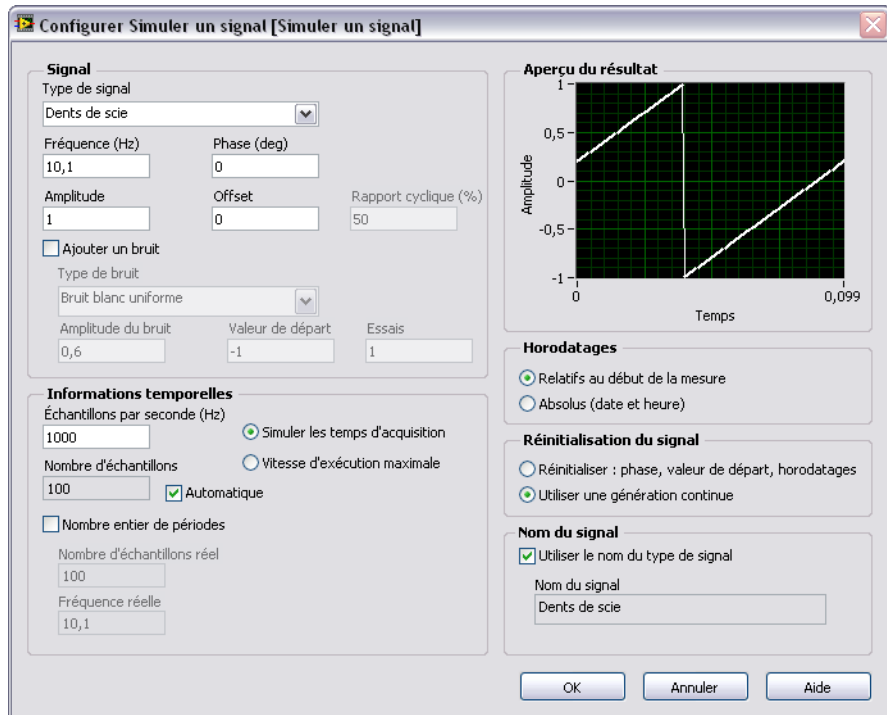

Figure 1-5. Boîte de dialogue Configurer Simuler un signal
3. Sélectionnez **Dents de scie** dans le menu déroulant de **Type de signal**. Le signal du graphe de la section **Aperçu du résultat** devient un signal en dents de scie. La boîte de dialogue **Configurer Simuler un signal** doit ressembler à la figure 1-5.
Dans la figure 1-5, notez que **Amplitude** est une option de la boîte de dialogue **Configurer Simuler un signal**. Quand les entrées, comme **Amplitude**, apparaissent à la fois dans le diagramme et dans la boîte